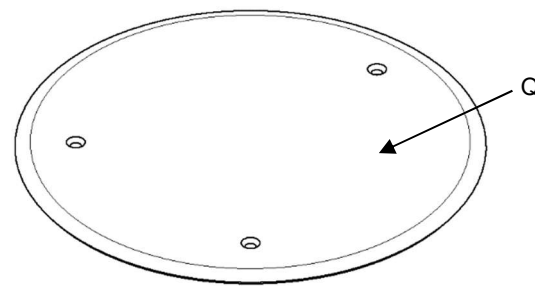

Fig. 11
3. Instale la placa al ras (Q) Fig. 11. Recubra los tornillos con sellador de silicona RTV de tipo eléctrico para asegurar la estanqueidad antes de instalar. Apriete los tornillos (S) a un par de 4-6 in-lbs (0,5-0,7 Nm). Aplique un cordón continuo de ¼ [6,4 mm] de espesor de tipo eléctrico de sellador de silicona RTV completamente alrededor del perímetro en la parte inferior de la placa al ras para asegurar la estanqueidad.